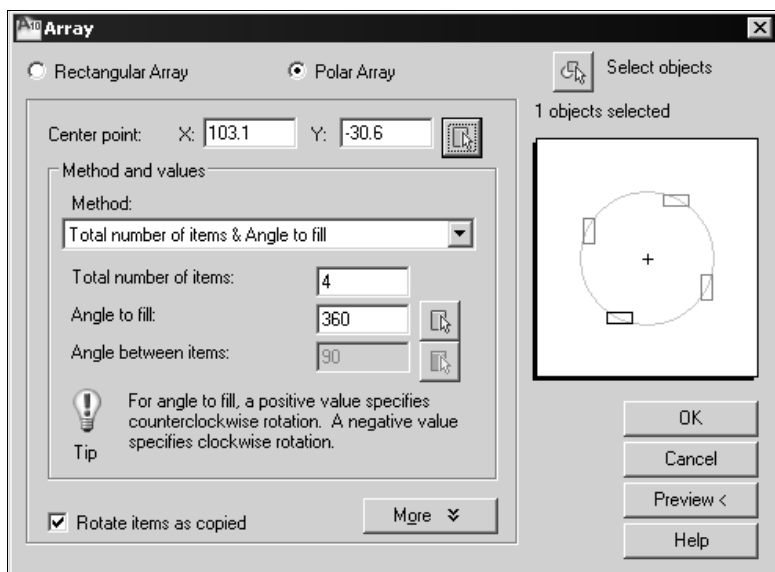

Рис. 6.9. Диалоговое окно с настройкой размножения объекта полярным массивом
Для построения кругового массива используется та же команда, что и для построения прямоугольного массива (см. главу 4). Отличие только в настройках, которые выполняются в диалоговом окне **Array** (Массив) (см. рис. 6.9).
1. Откройте меню **Modify** (Редактировать) и выберите в нем **Array** (Массив). Появится диалоговое окно **Array** (Массив) (рис. 6.9).